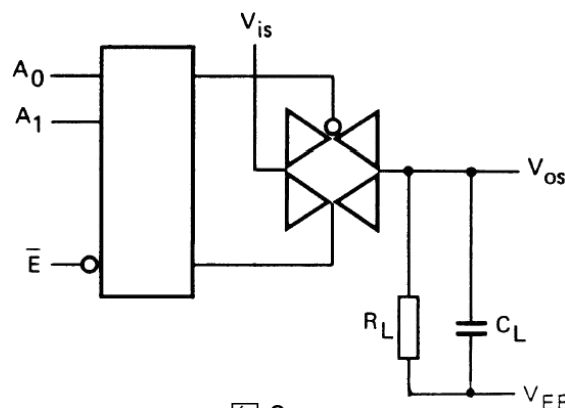

图 3
1.  $R_L=10K\Omega$  到  $V_{EE}$ ;  $C_L=50pF$  到  $V_{EE}$ ;  $\bar{E} = V_{SS}$ ;  $V_{is}=V_{DD}$  (方波); 如图 3 所示
2.  $R_L=10K\Omega$ ;  $C_L=50pF$  到  $V_{EE}$ ;  $\bar{E} = V_{SS}$ ;  $S_n=V_{DD}$  (方波);  $V_{is}=V_{DD}$  和  $R_L$  到  $V_{EE}$  用来测量  $t_{PLH}$ ;  $V_{is}=V_{EE}$  和  $R_L$  到  $V_{DD}$  用来测量  $T_{PHL}$ ; 如图 3 所示
3.  $R_L=10K\Omega$ ;  $C_L=50pF$  到  $V_{EE}$ ;  $\bar{E} = V_{DD}$  (方波);  $V_{is}=V_{DD}$ ,  $R_L$  到  $V_{EE}$ ; 测量  $t_{PHZ}$  和  $t_{PZH}$  时;  $V_{is}=V_{EE}$  和  $R_L$  到  $V_{DD}$  用来测量  $t_{PLZ}$  和  $t_{PZL}$ ; 如图 3 所示
6.  $R_L=10K\Omega$  到  $V_{EE}$ ;  $C_L=15pF$  到  $V_{EE}$ ;  $\bar{E}$  或  $S_n=V_{DD}$  (方波); 干扰是  $|V_{os}|$  (峰值); 如图 3 所示